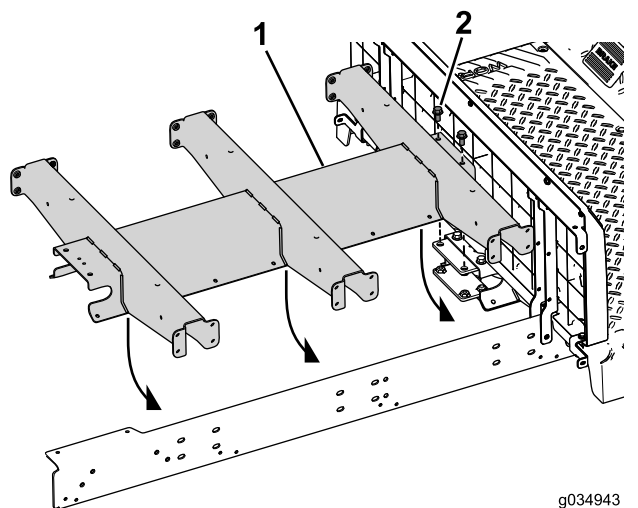

図 73
4. センターチャンネルと後マウントに、ボルト3/8 x 3/4 インチ2本とワッシャを取り付ける図 73。